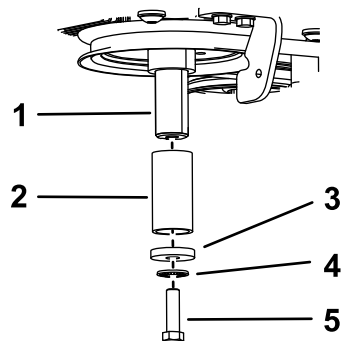

Figura 78
- C. Aplique compuesto antigripante al cigüeñal, y luego instale el perno, la arandela, la arandela de muelle y un espaciador (Pieza Toro N° 136-5411) en el eje (Figura 78).